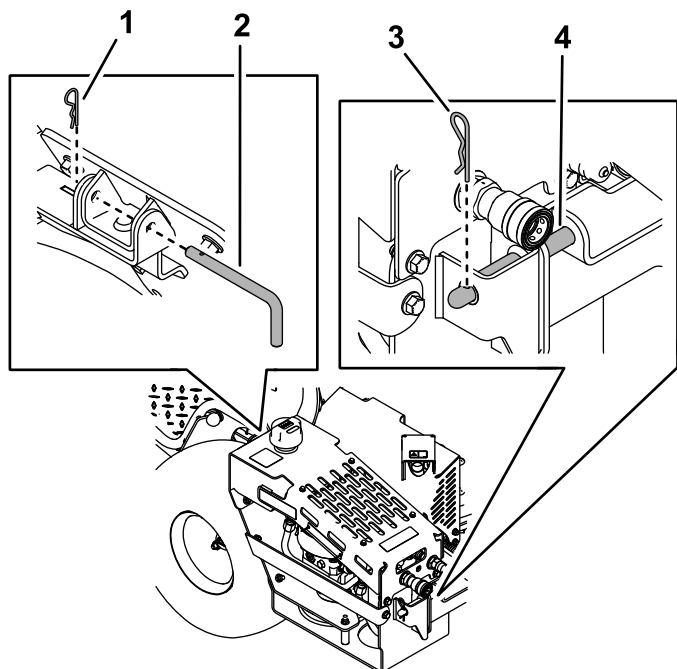

Figure 5
5. Montez l'ensemble grand débit sur les supports avant et arrière, en réglant le support avant au besoin. Fixez l'ensemble au support arrière avec la petite goupille fendue et la goupille de verrouillage, puis fixez-le sur la goupille de montage du support avant à l'aide de la grande goupille fendue (Figure 5).